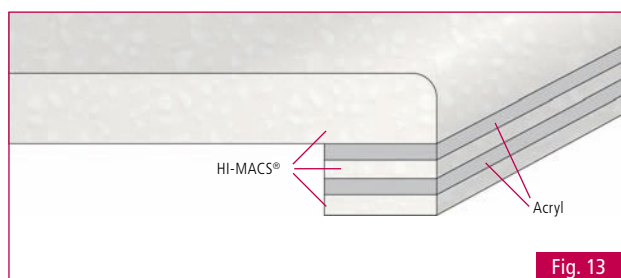
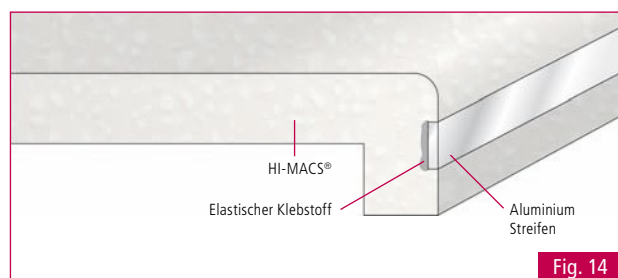

Fig. 13
Fig. 14
- Installieren Sie das Formteil von unten mit elastischem Klebstoff (wie z.B. Silikon) und setzen Sie zusätzliche mechanische Befestigungen ein, wie in **Fig.14** dargestellt.
Die Kantenkombination aus HI-MACS® Platten und Acrylglas kann am besten mit HI-MACS® – Klebstoff – verbunden werden (**Fig.13**). Andere Materialien wie z.B. Glas, Metall, Aluminium, Laminat oder Plastik sollten mit einem elastischen Klebstoff wie z.B. mit Silikon verbunden werden (die verschiedenen Wärmeausdehnungen müssen berücksichtigt werden), (**Fig.14**). Je nach Anwendung kann es notwendig sein entsprechende Primer oder spezielle elastische Klebstoffe, wie z.B. elastische PU-Klebstoffe einzusetzen.
Fertigen Sie ein Eckstück entsprechend dem gewählten Radius (hier R8) zum Herstellen eines Inneneckstücks. Bereiten Sie einen Block basierend auf einer Standardhöhe von 20 x 20 x 42mm vor. Fräsen Sie den Innenradius auf einer Maschine oder nach dem Einkleben mit einem Fräsvorsatz (**Abb. 14** **Abb. 15**).